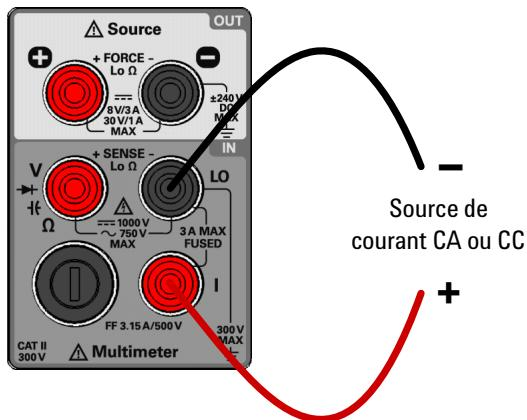

Figure 2-2 Branchements pour mesurer un courant
- Raccordez les cordons de test rouge et noir aux bornes d'entrée **I** (rouge) et **L0** (noire), comme indiqué dans la Figure 2-2.
- 2 Raccordez les cordons de test rouge et noir aux bornes d'entrée **I** (rouge) et **L0** (noire), comme indiqué dans la Figure 2-2.